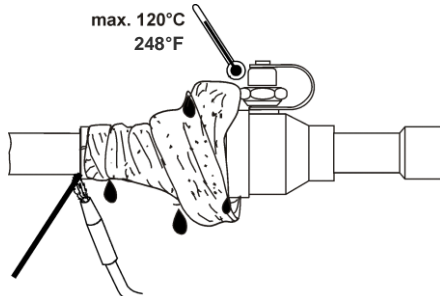

Fig. 2:
- 阀体内有内置的对阀杆进行限位的结构。阀的开启与关闭如图2所示。开启如图2a所示。关闭如图2b所示。